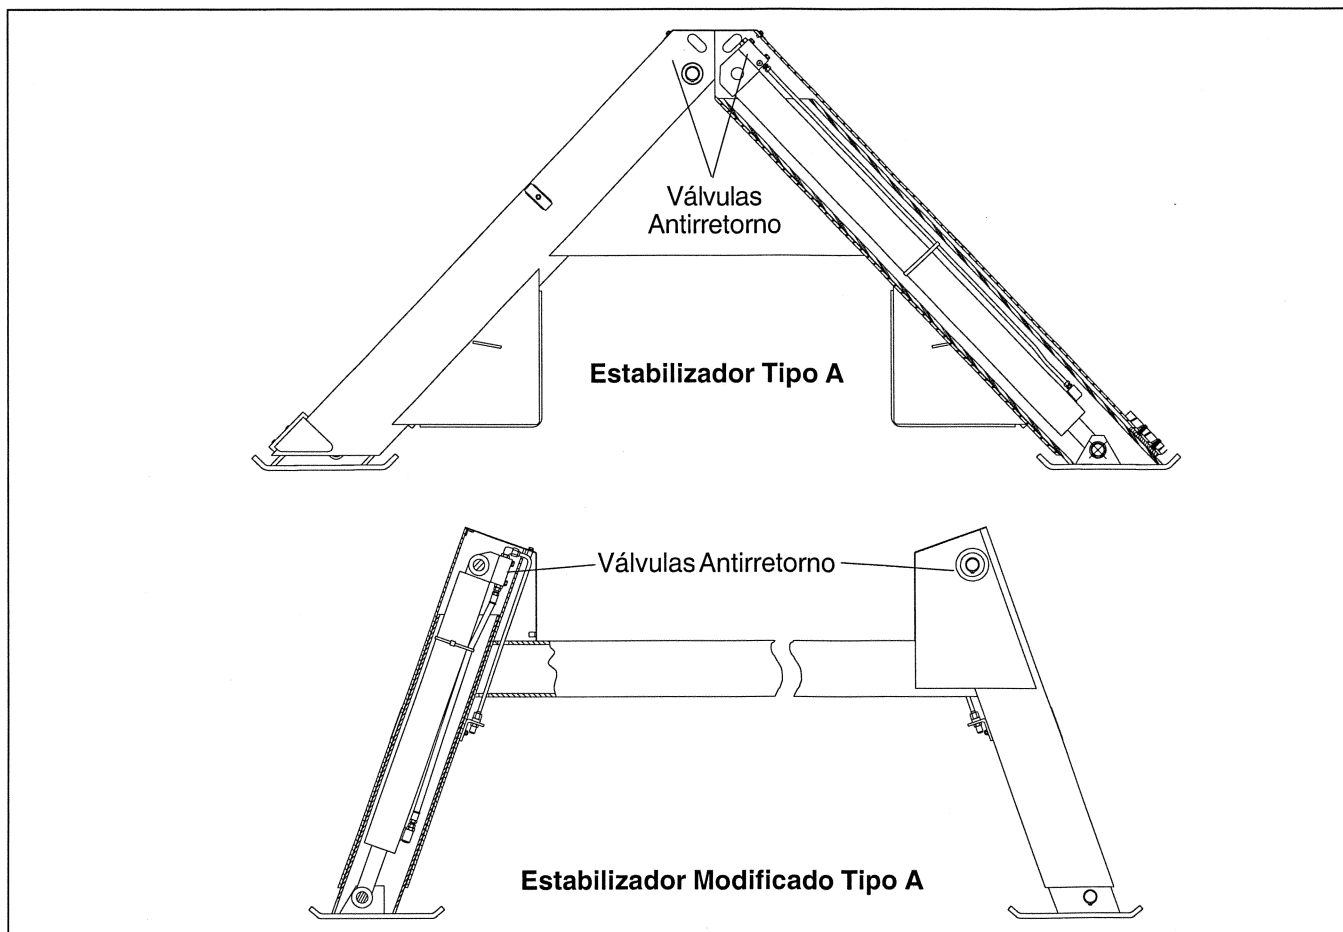

Figura 6.4 — Ubicación de la Válvula Antirretorno del Estabilizador
1. Afloje con cuidado los pernos de montaje que aseguran el bloque de válvulas check P.O. en el extremo del casquete del cilindro del estabilizador como se muestra en la Figura 6.4.